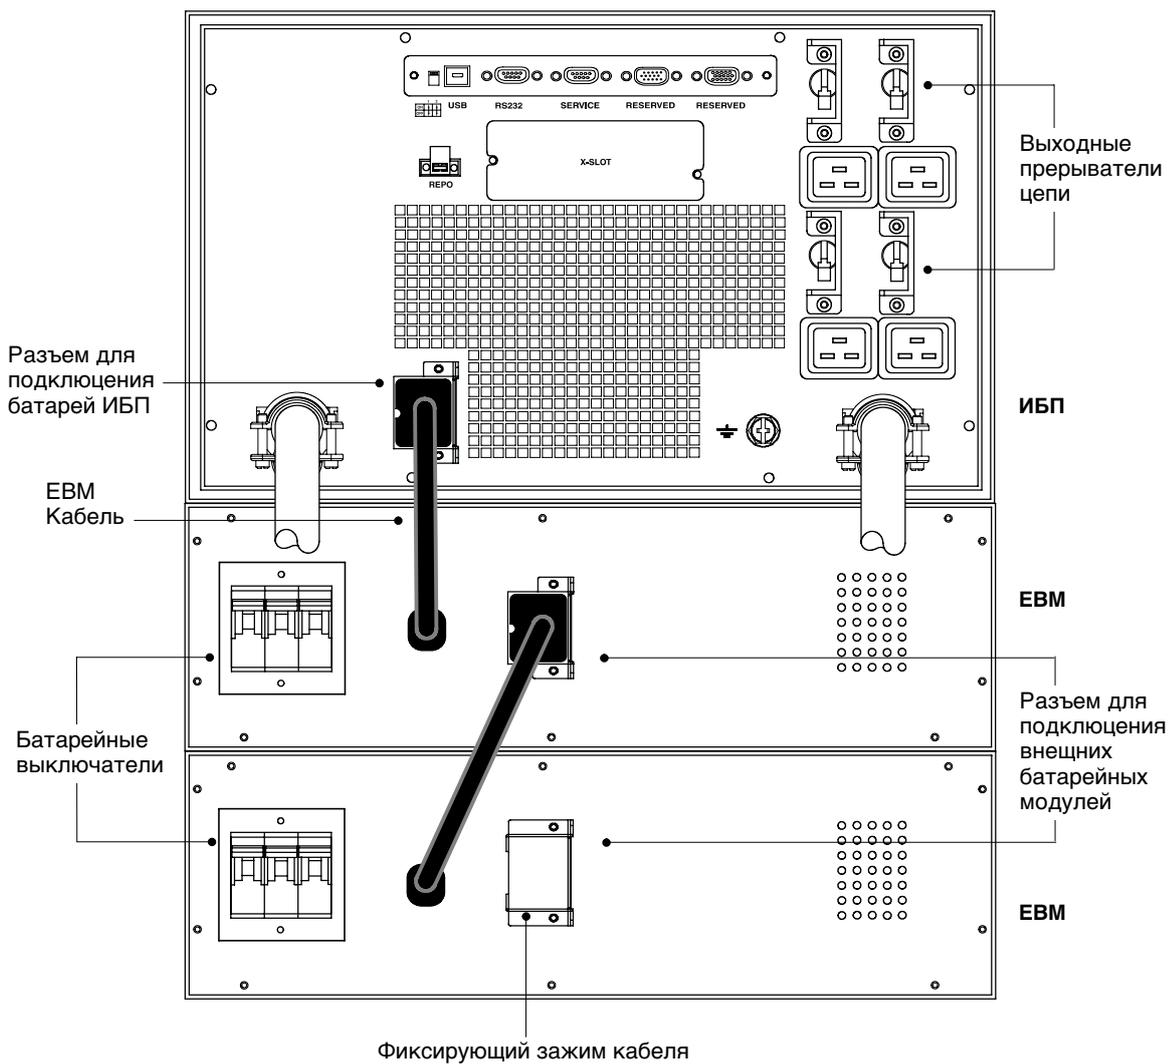

Рисунок 26. Стандартная установка EBM
1. Убедитесь в том, что выключатели на задней панели ИБП находятся в выключенном положении [OFF (O)] — см. рис. 26 на стр. 22.
- Убедитесь, что все выключатели цепи находятся в выключенном [OFF (O)] положении (см. рис. 26).
- Вставьте кабель дополнительного батарейного модуля (одного или нескольких) в батарейный разъем как показано на рис. 26. Допускается подсоединение к ИБП до 4-х дополнительных батарейных модулей.